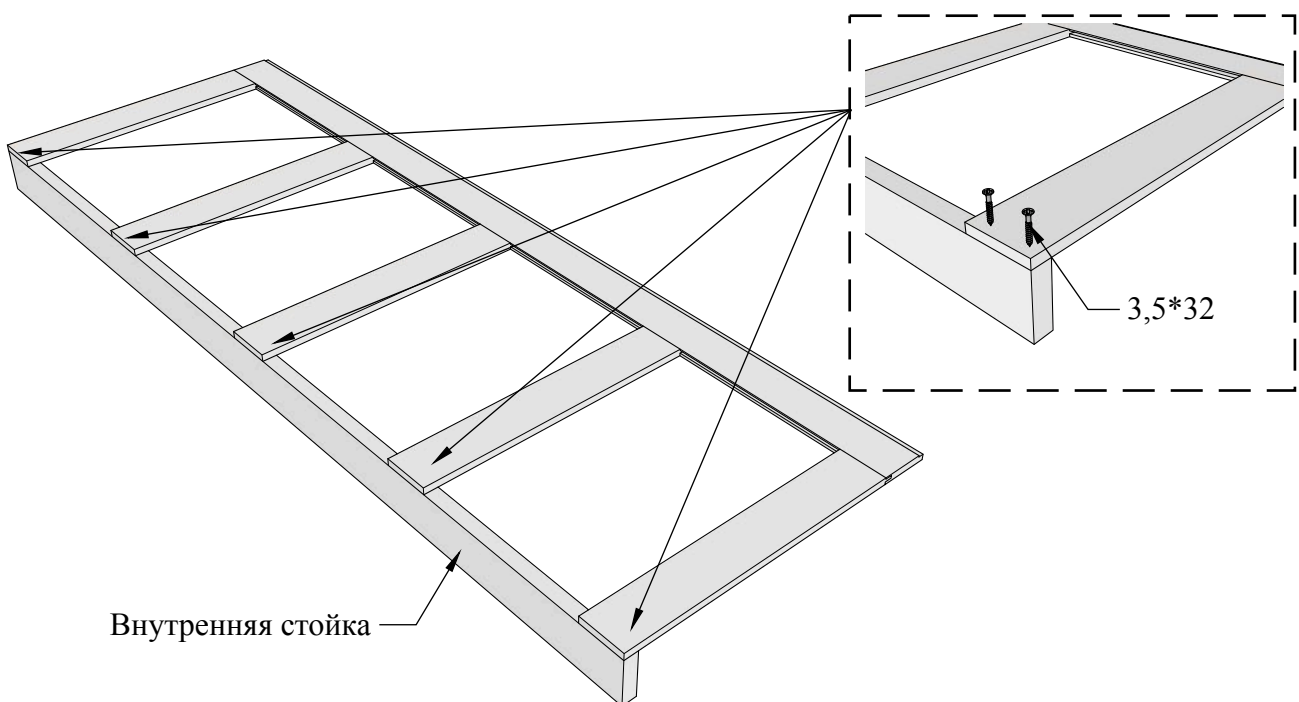

Рисунок 10
4.3 Установить внутреннюю стойку и закрепить её саморезами 3,5\*32. Обратите внимание что внутренняя имеет меньшую ширину. Следите чтобы боковая царга не выходила за плоскость внутренней стойки. Перевернуть пенал на другую сторону и повторить операцию (Рис. 10).